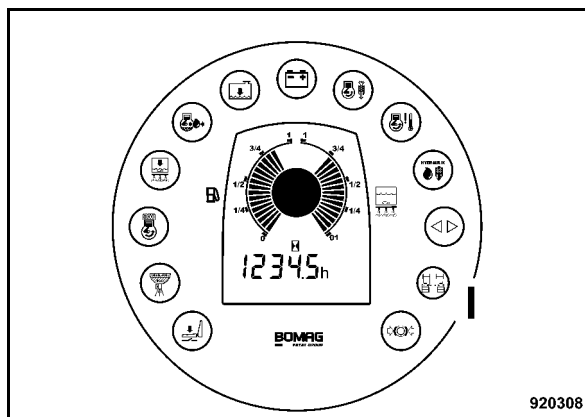

Fig. 93
Nello strumento combinato si accende la spia di controllo Marcia a granchio (1) (Fig. 93).